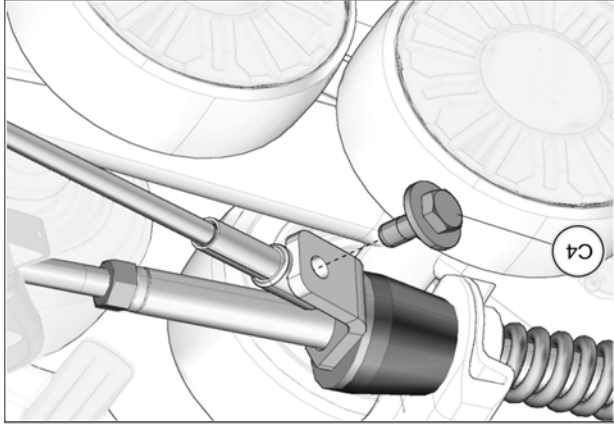

Fig. 28
17. Tourner légèrement le guidon dans le sens contraire jusqu'à ce que le câble puisse être fixé à la plaque de support en utilisant le boulon (C4) fourni. Serrer à un couple de 35 N•m [24 lb•pi]. Voir la Fig. 28. Effectuer le même exercice du côté droit.